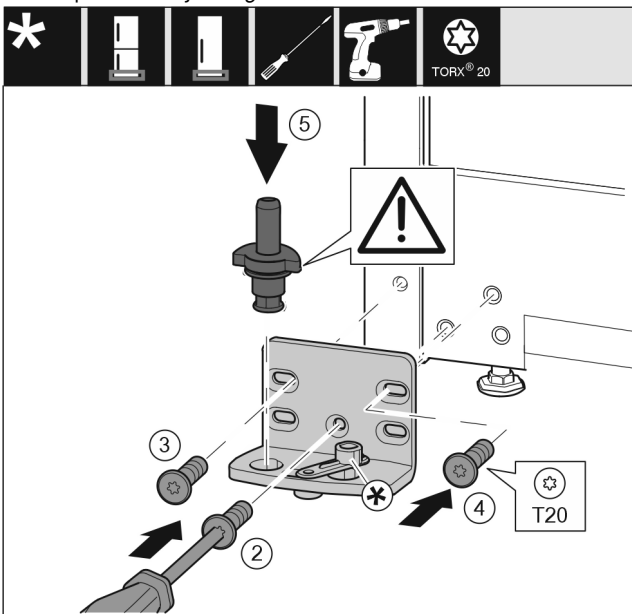

Fig. 14
- Ložiskovú konzolu nasadte na druhú stranu a priskrutkujte ju pomocou skrutkovača T20. Začnite skrutkou 2 dole v strede. Fig. 14 (2)
- Pevne zaskrutkujte skrutku 3 a 4. Fig. 14 (3,4)
- Ložiskový čap úplne nasadte. Dbajte pritom na to, aby zaistovací doraz ukazoval smerom dozadu. Fig. 14 (5)